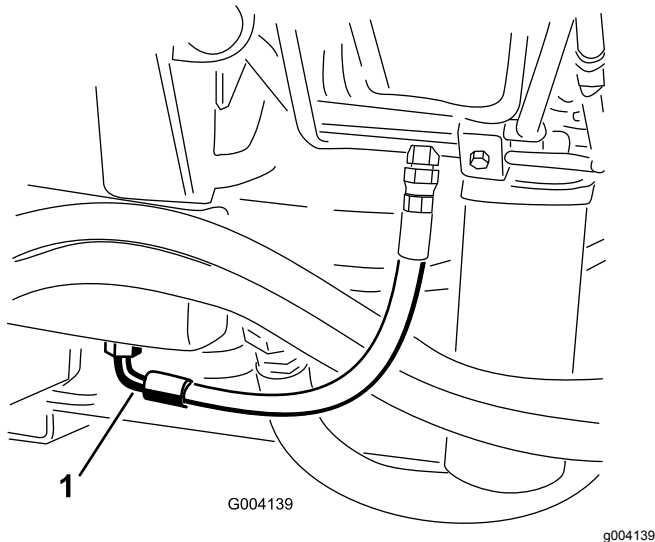

Figura 87
2. Collocate una bacinella di grandi dimensioni sotto il raccordo previsto sulla base del serbatoio del fluido idraulico (Figura 87).